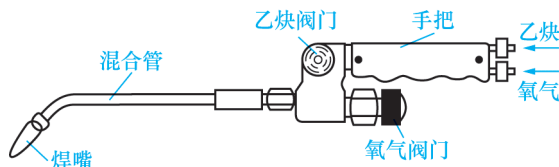

图 1-30 焊炬
④焊炬(图 1-30):是使乙炔和氧气按一定比例混合并获得气焊火焰的工具。工作时,先打开氧气后打开乙炔阀门,2 种气体便在混合管内均匀混合,并从焊嘴喷出,点火即可燃烧。控制各阀门的大小,可调节氧气和乙炔的不同混合比例。一般焊炬有 5 种直径不同的焊嘴,以便用于焊接不同厚度的工件。我国使用最广的焊炬是 H01 型,其中两种型号的基本参数如表 1-3 所示。H01-2(或 6)型号中各部分含义:“H”代表焊炬,“1”代表射吸式,“2”(或“6”)表示可焊接低碳钢板的最大厚度 2 mm(或 6 mm)。